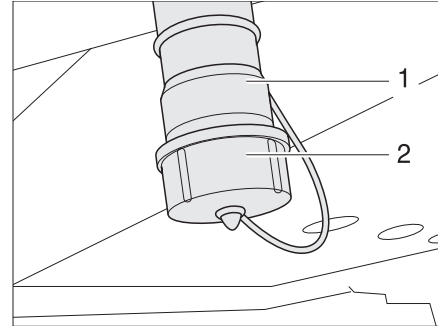

Bild 263 Abwasser-Ablaufstutzen
An den Abwasser-Ablaufstutzen (Bild 263,3) kann eine Schlauchleitung angeschlossen werden.
- Abdeckkappe (Bild 263,4) am Abwasser-Ablaufstutzen (Bild 263,3) durch eine viertel Drehung im Uhrzeigersinn entriegeln und abnehmen.